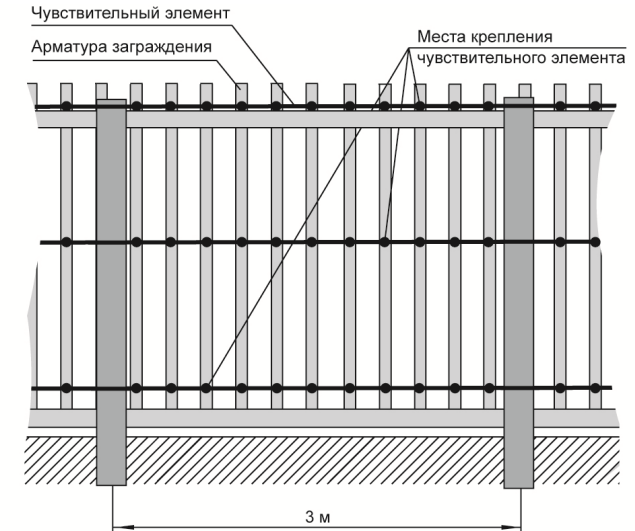

Рис. 6.5 – Заграждение из сварных (кованых) решёток
- жёстких (сплошных) заграждениях, выполненных из металлических конструкций (сварные и кованые решетки, цельные металлические листы, гофролисты и т.п.), бетона, кирпича, дерева и т.п. (см. Рис. 6.5 ÷ 6.10);
- сварных и кованых решеток - ЧЭ прокладывают согласно схеме с созданием узлов напряжения на каждом прутке (см. Рис. 6.5);